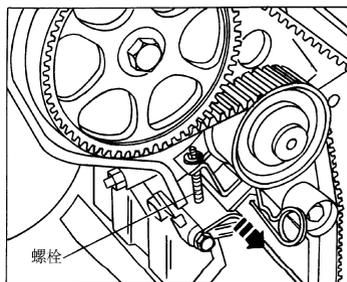

图 2-48 拔出锁止销并松开张紧器高压柱塞
7) 拔出箭头所示的锁止销并松开张紧器高压柱塞，拧下螺杆(图 2-48)。